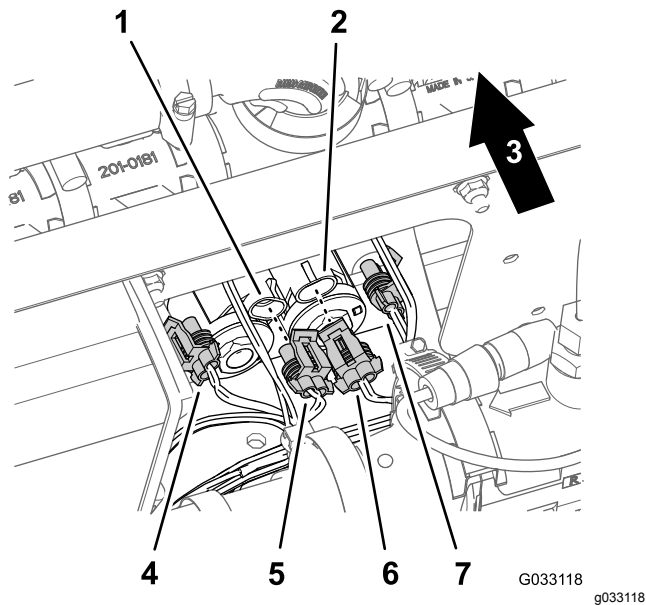

Figura 177
3. Scollegate il connettore a 2 prese del cablaggio preassemblato per il kit di finitura Sonic Boom (Figura 177) dal connettore a 2 pin dei solenoidi del collettore del cilindro di sollevamento nel modo seguente: